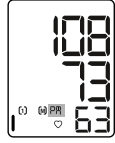

Fig. 4
- Depois de selecionar a memória do utilizador em questão, o visor apresenta primeiro o símbolo ou correspondente e um R. O valor médio de todos os dados guardados na memória do utilizador em questão é apresentado (ver Fig. 4).